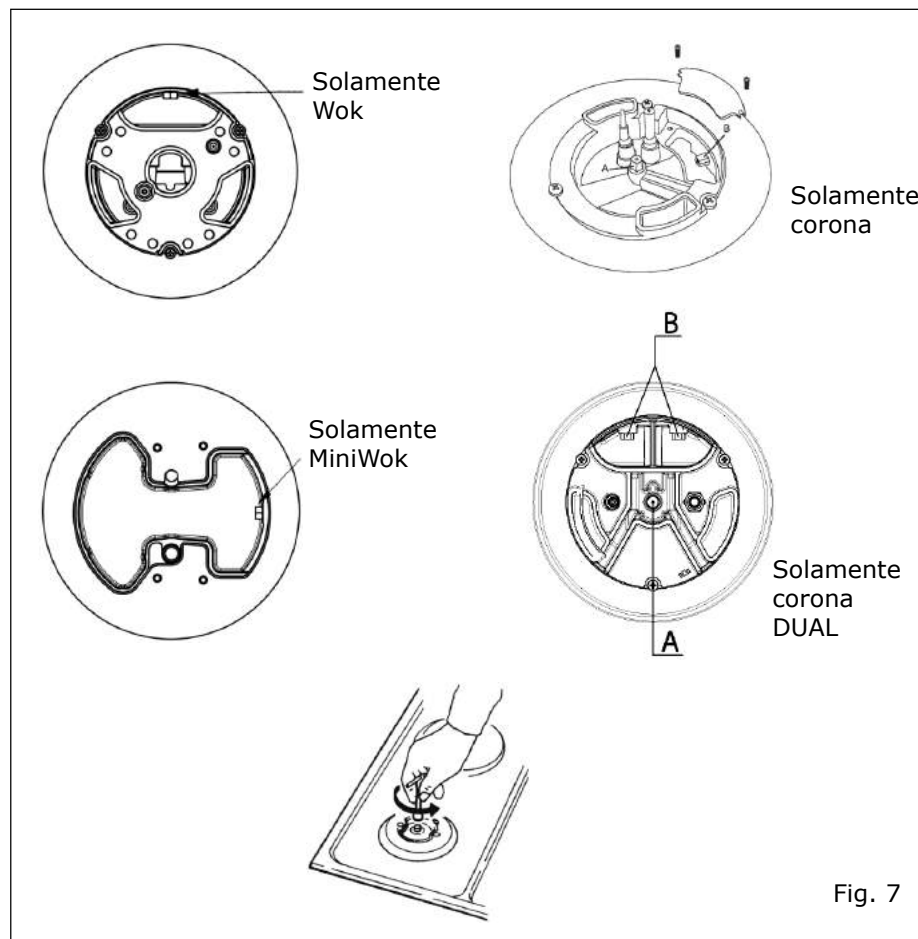

Fig. 7
Adaptación a diferentes tipos de gas (Fig. 7)
- Reemplace los inyectores (Fig. 7) por los que corresponden al tipo de gas a utilizar (consulte la tabla "Características de operación").